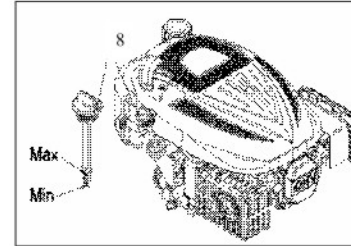

Fig. 7
2. Retire la tapa del filtro de aceite/varilla de nivel (8) y límpiela.
3. Inserte la tapa del filtro de aceite/varilla de nivel (8) en el cuello del filtro de aceite tal y como se muestra, pero no la atornille. A continuación, retirela para comprobar el nivel de aceite.
4. Si el nivel de aceite está cerca o por debajo de la marca del límite inferior de la varilla de nivel, retire la tapa del filtro de aceite/varilla de nivel (8) y rellene con el aceite recomendado hasta la marca del límite superior (borde inferior del orificio de llenado de aceite). No sobrellene.
5. Coloque de nuevo la tapa del filtro de aceite/varilla de nivel (8) (consulte la Fig. 7)